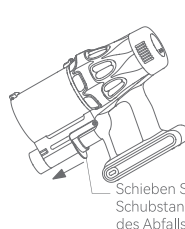
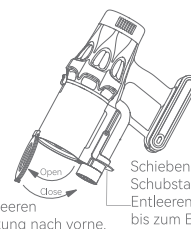

Abb. 1
Abb. 2
2. Gehen Sie wie in Abb. 1 über einem Abfalleimer vor. Der untere Deckel des Staubbehälters öffnet sich wie in Abb. 2 dargestellt, um die festen Abfälle in den Staubbehälter zu entleeren. Schließen Sie anschließend den Deckel des Staubbehälters in Pfeilrichtung (Abb. 2).
4. Gehen Sie wie in Abb. 1 über einem Abfalleimer vor. Der untere Deckel des Staubbehälters öffnet sich wie in Abb. 2 dargestellt, um die festen Abfälle in den Staubbehälter zu entleeren. Betätigen Sie anschließend die Pfeilrichtung in Abb.
① Schieben Sie entlang der Pfeilrichtung.